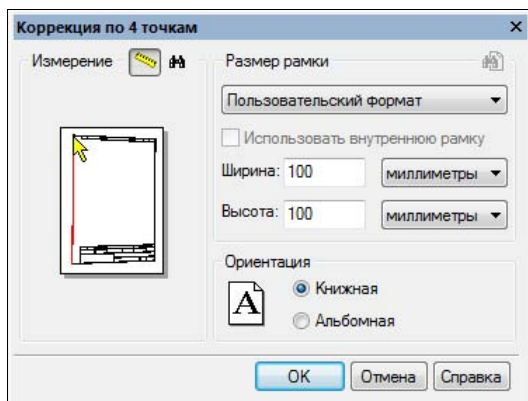

Рис. 10.6. Окно Коррекция по 4 точкам
- ◆ **Корректировать по 4 точкам** — исправление вставленного растра по 4 точкам, в предположении, что искажение носит равномерный характер по всему растру. Открывается диалоговое окно **Коррекция по 4 точкам** (рис. 10.6).